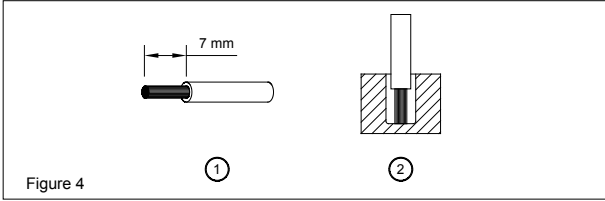

Figure 4
Um sichere und stoßfeste Anschlüsse gewährleisten zu können, sollte die Absisolierlänge 7mm betragen (siehe Abb. 4 (1)). Bitte sorgen Sie dafür, dass die Kabel vollständig in die Anschlussklemmen eingeführt werden, siehe Abb. 4 (2).